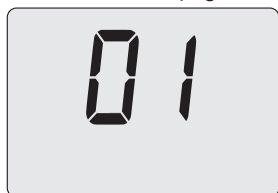

Figura 7.13
- Premendo il tasto 13 (Figura 7.2) si ottiene la conferma del valore inserito e l'attivazione della funzione (Figura 7.13).